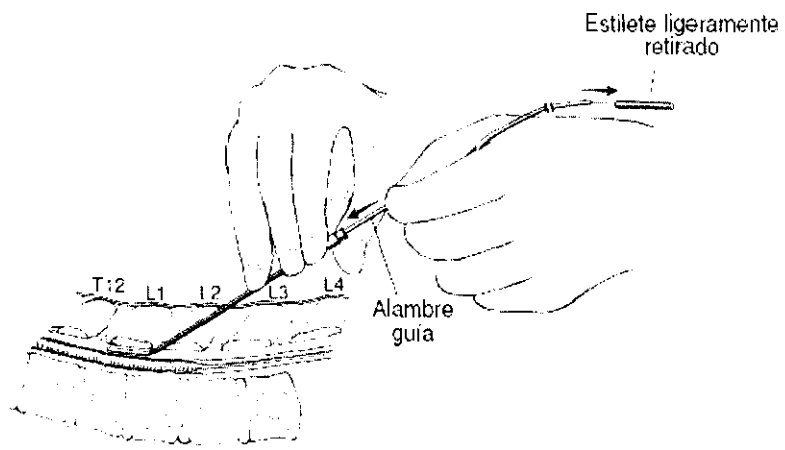

FIGURA 6
3. Si la derivación fuera a colocarse sin el alambre guía opcional o el Introduce, vaya al paso 8. Si no fuera así, y bajo la guía de una imagen por fluoroscopia, con el estilete ligeramente retirado, introduzca el alambre guía opcional a través de la aguja dentro del espacio epidural (Figura 6). Al retirar ligeramente el estilete se aumenta la flexibilidad de la punta del alambre guía y reduce el riesgo de desgarro de la duramadre.